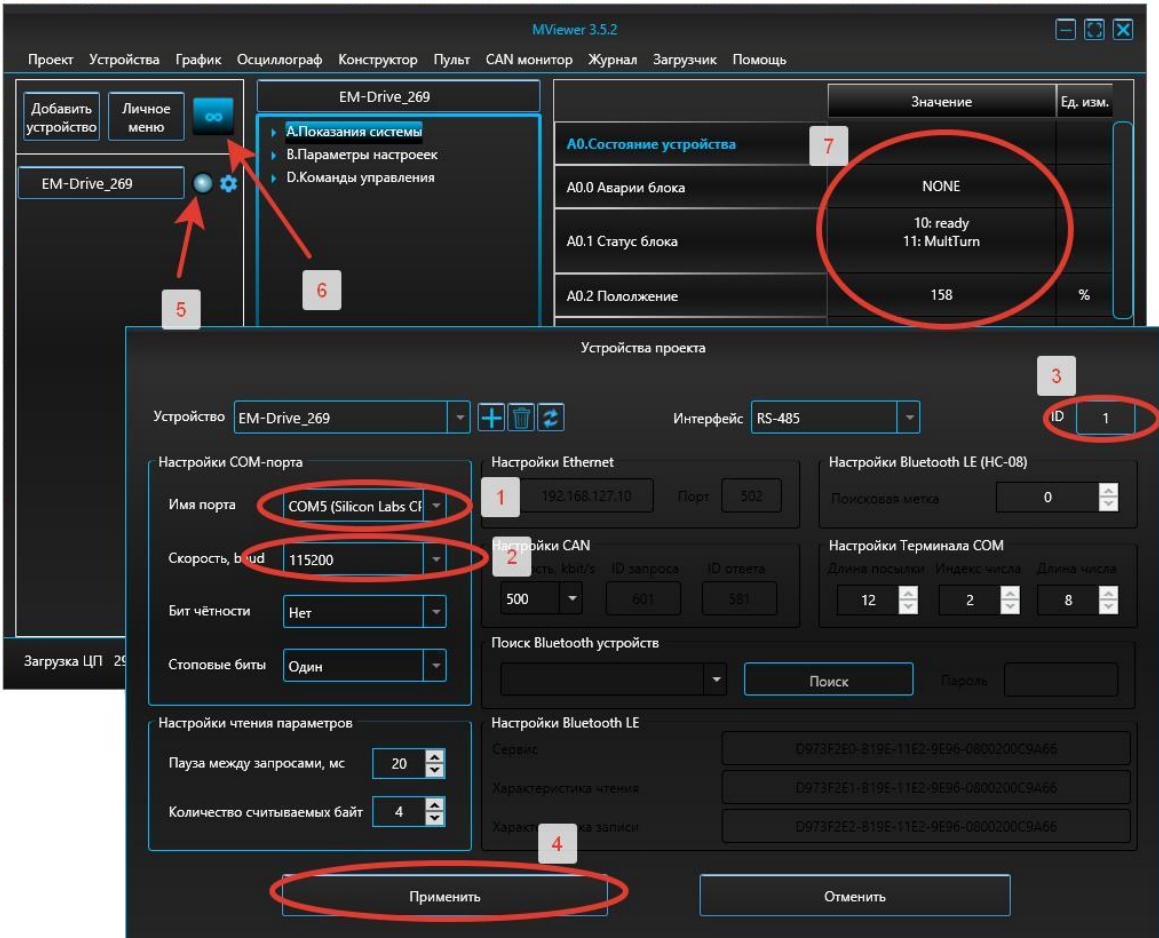

Рисунок 12 – Установление настроек соединения
- 4) Нажмите применить (рисунок 12).